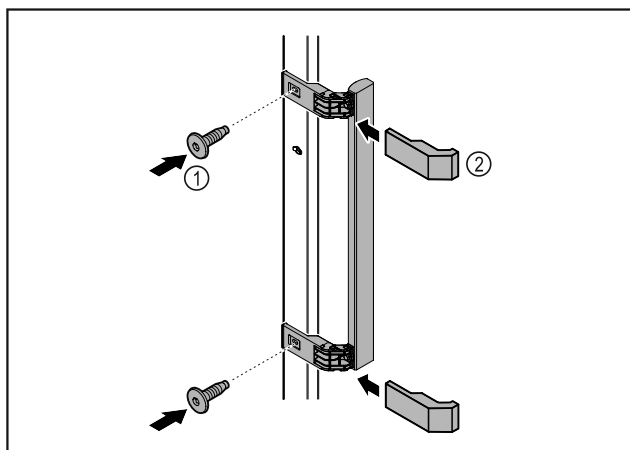

Fig. 6
- Iz paketa vzemite ročaj in ga privijte na vrata s priloženimi vijaki Fig. 6 (1).
- Namestite pokrov Fig. 6 (2).